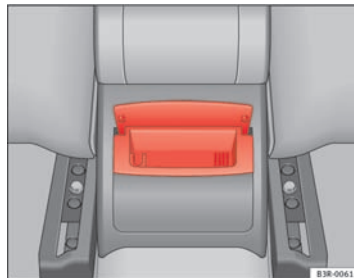

Fig. 134 Cendrier arrière ►
- Saisissez le boîtier par le couvercle ouvert ⇒ page 161, fig. 134 et tirez-le vers le haut pour l'extraire.